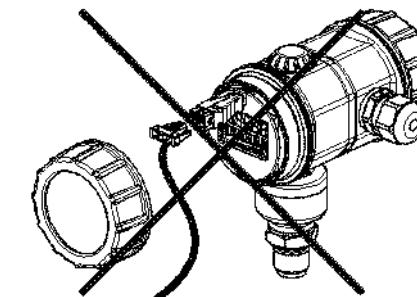

Рисунок 15 - Запрещенное подключение во взрывоопасных зонах по интерфейсу JUMO
- 13.7.1 Во взрывоопасных зонах разрешено использование только HART-модема и поворотной кнопки, интерфейс JUMO использовать запрещено, см. рисунок 15.